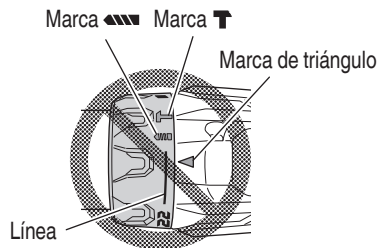

Fig. 14
- No usar con el dial del embrague en el número “22” y la línea en el medio de la marca de taladro. Si lo hiciese, se podrían producir daños. (Consulte la Fig. 14)